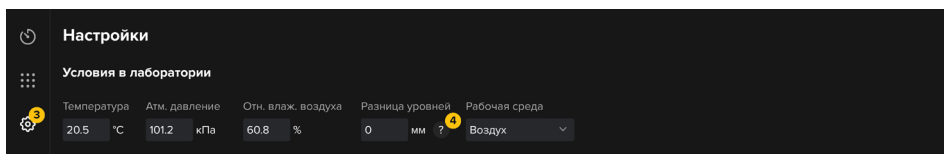

Рис. 7 — Окно заполнения информации о лабораторных условиях
8.5.1 Перед тем как перейти на основное (рабочее) окно пользователю необходимо заполнить данные о температуре окружающей среды, атмосферном давлении, а также разницу уровней между поверяемым СИ и МПА. Эти данные необходимы для расчета плотности воздуха. Эта процедура происходит на экране «Настройки» (см. Рис. 7 №3). Рабочая среда выбирается из описания типа на поверяемое СИ. Пример заполнения приведен на Рис. 7.
11.6 Проверка версии автономного ПО МРА осуществляется с начального окна программы (из навигационного меню «Настройки» см. Рис. 7 №3). Пример отображения версии встроенного ПО приведен на Рис. 14 №1.